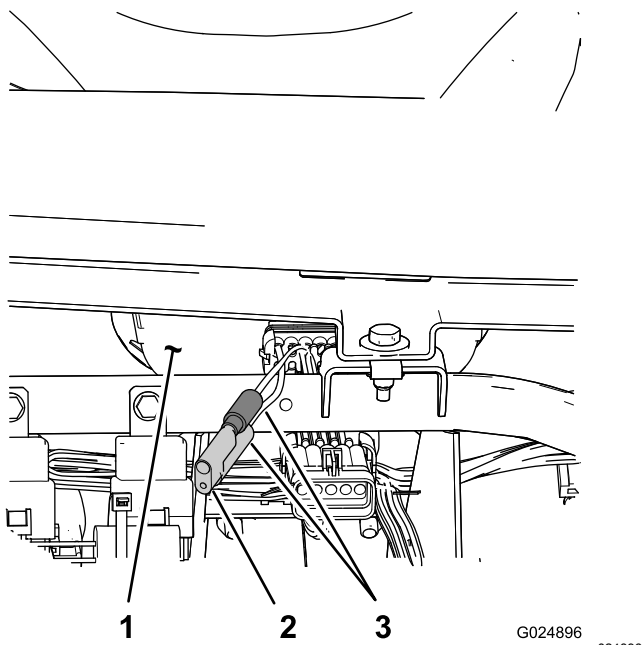

Figure 78
3. Localisez les 2 fils non branchés près de l'indicateur de vitesse (Figure 78).
4. Débranchez le connecteur du faisceau de câblage et branchez les fils ensemble (Figure 78).